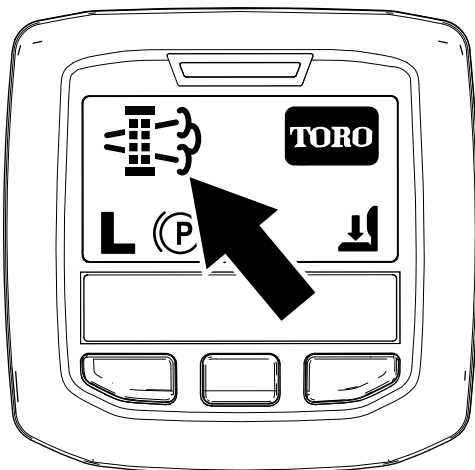

Figura 48
- Când computerul motorului solicită fie o regenerare în stare de parcare, fie o regenerare de recuperare, pictograma privind solicitarea de regenerare (Figura 48) este afișată în InfoCenter.